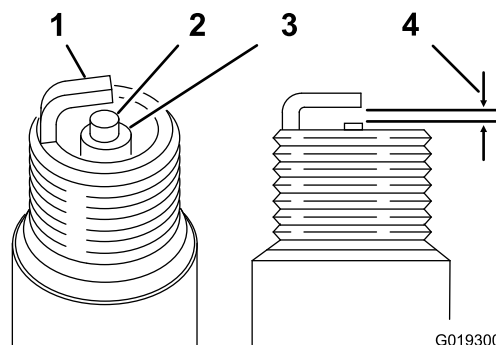

図 32
エアギャップ 0.70-0.80 mm 図 32を参照。
4. 図 32のように、エアギャップを 0.70-0.80 mm に調整する。